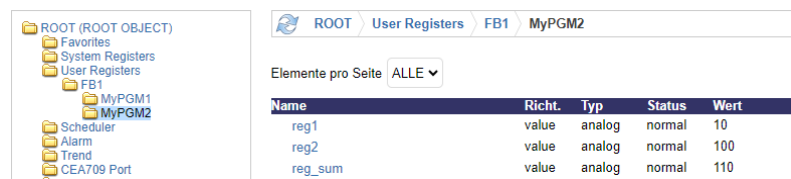

Abbildung 55: Resultierende Datenpunkte am Gerät.
25. Das Gerät wird neu gestartet und das neue Programm wird ausgeführt. Öffnen Sie die Web-Benutzeroberfläche auf dem Gerät und überprüfen Sie die hinzugefügte Funktionalität, wie in Abbildung 55 dargestellt. Beachten Sie, dass zwei Ordner für die beiden 61131-Programminstanzen (MyPGM1, MyPGM2) generiert wurden.